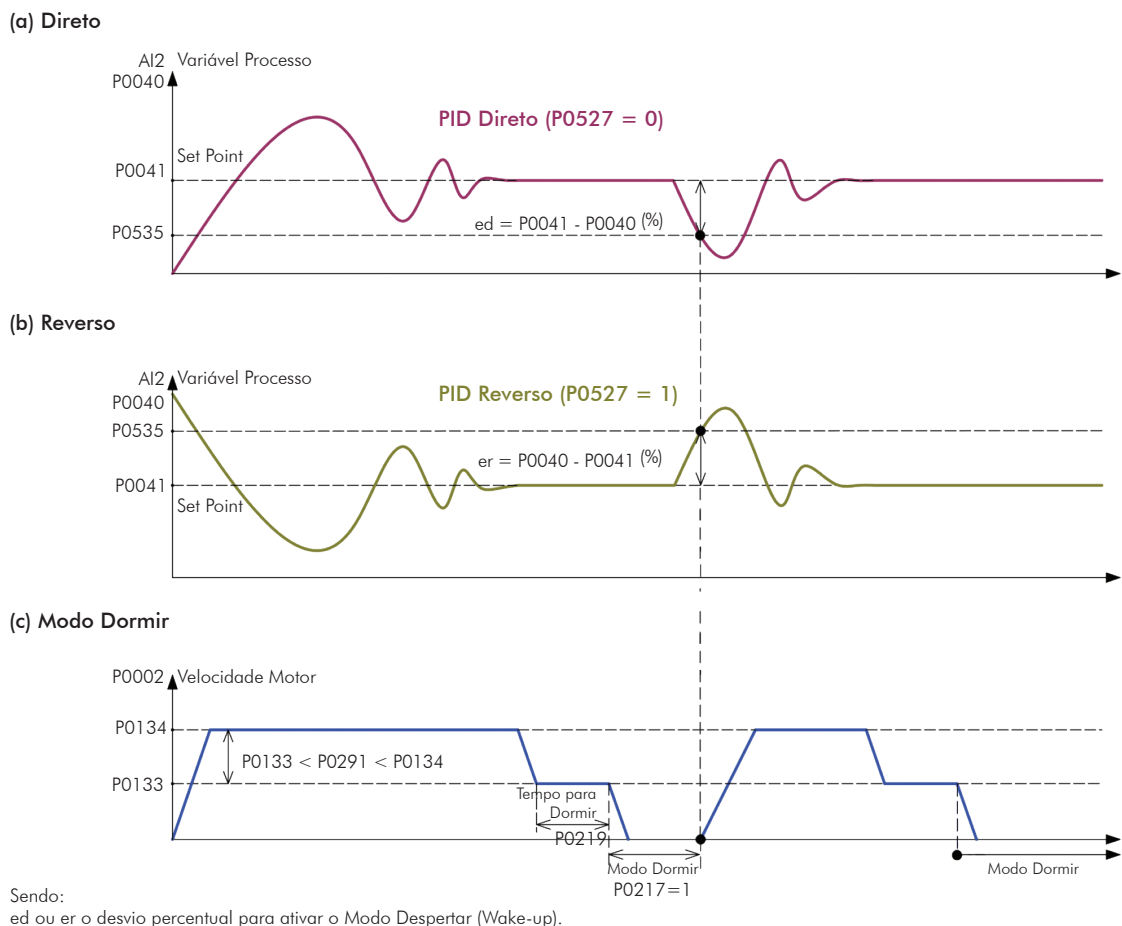

Figura 20.2 (a) a (c) - Tipos de ação do PID
2) **Definir o tipo de ação do PID** que o processo requer: direto ou reverso. A ação de controle deve ser direta (P0527=0) quando é necessário que a velocidade do motor seja aumentada para incrementar a variável do processo. Em caso contrário, selecionar reverso (P0527=1). Consulte a figura 20.2.
O modo Dormir é um recurso útil para economizar energia quando se utilizar regulador PID. Consultar a figura 20.2.
Para o modo dormir funcionar habilite a lógica de parada programando P0217=1 (ativa). A condição de bloqueio é a mesma existente para a lógica de parada sem PID. Consulte a seção 12.6. Porém o ajuste de P0291 deve ser: P0133 < P0291 < P0134. Consulte a figura 20.2.